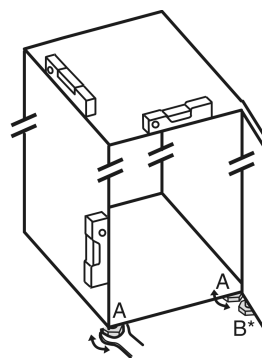

Fig. 5
- Seřizovací nožky Fig. 5 (A) vyšroubujte pomocí přiloženého vidlicového klíče a pomocí vodováhy, dokud nebude spotřebič pevně vyrovnaný.
- Seřizovací nožku Fig. 5 (B) na stojanu ložiska vytáchejte pomocí přiloženého vidlicového klíče, až dosedne na zem.
- Seřizovací nožku Fig. 5 (B) otáchejte dál o 90°.